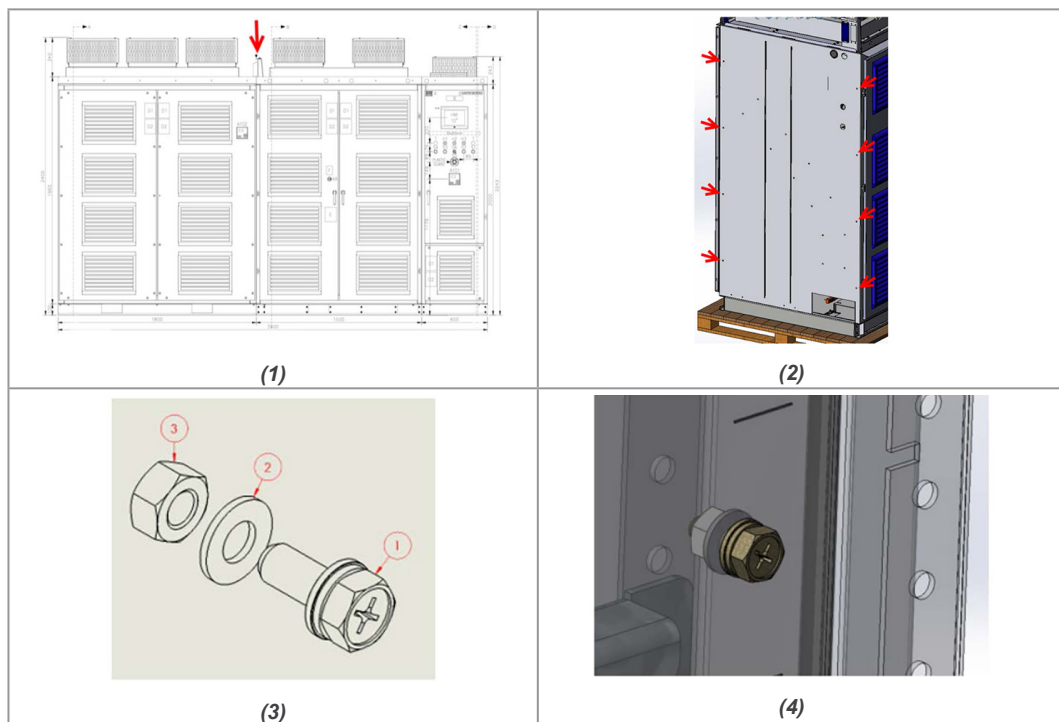

Figure 6.5: Vorgehensweise zum Anschließen des MVW3000
1. Ordnen Sie die Spalten nebeneinander an, sodass sie in Tiefenrichtung ausgerichtet sind, gemäß Figure 6.5 auf Seite 6-9 - Abbildung 1.
2. Verwenden Sie die Schrauben, Unterlegscheiben und Muttern, die im Lieferumfang des Produkts in der Schachtel mit den losen Teilen enthalten sind, in den acht verfügbaren Befestigungslöchern, die in Figure 6.5 auf Seite 6-9 - Abbildung 2.
3. Setzen Sie die Schrauben gemäß der in Figure 6.5 auf Seite 6-9 - Abbildung 3 und ziehen Sie sie mit einem Drehmoment von 19 Nm an:
4. Schraube, Mutter und Unterlegscheibe wie in Figure 6.5 auf Seite 6-9 - Abbildung 4.